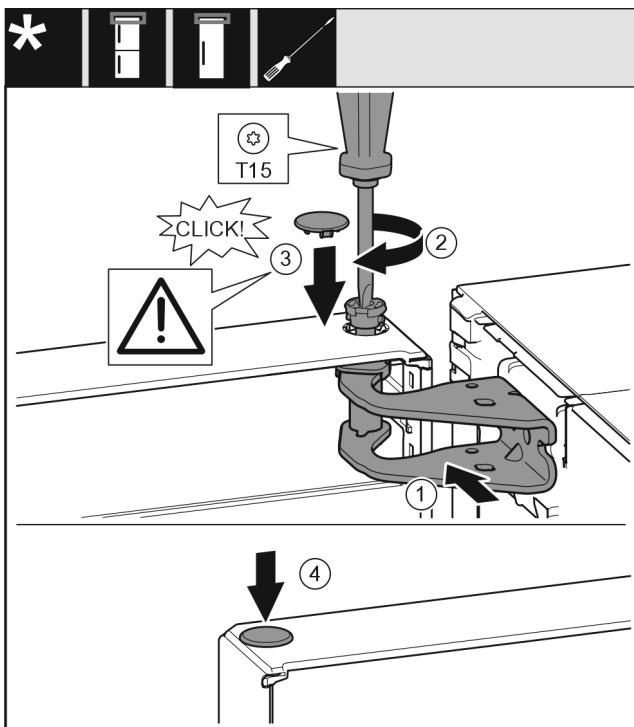

Fig. 19
- Выровняйте дверь вверху по отверстию в опорном кронштейне. Fig. 19 (1)
- Вставьте палец и затяните отверткой T15. Fig. 19 (2)
- Установите предохранительную крышку для защиты двери: Вставьте предохранительную крышку и проверьте, прилегает ли она к двери. В ином случае вставьте палец полностью. Fig. 19 (3)
- Вставьте заглушку. Fig. 19 (4)